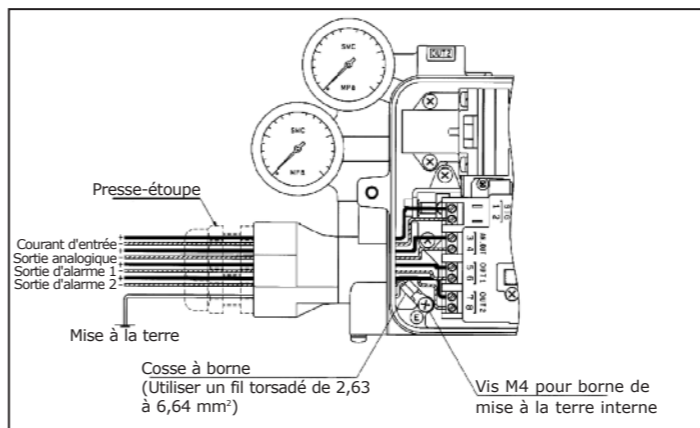

Fig. 7
- Raccordez le câblage du courant d'entrée à partir d'un appareil de mesure de réglage (contrôleur) et raccordez chaque câblage de sortie suivant la Fig. 7. L'orifice d'entrée de la connexion électrique est équipé d'un connecteur de câble (bleu) M20x1.5.